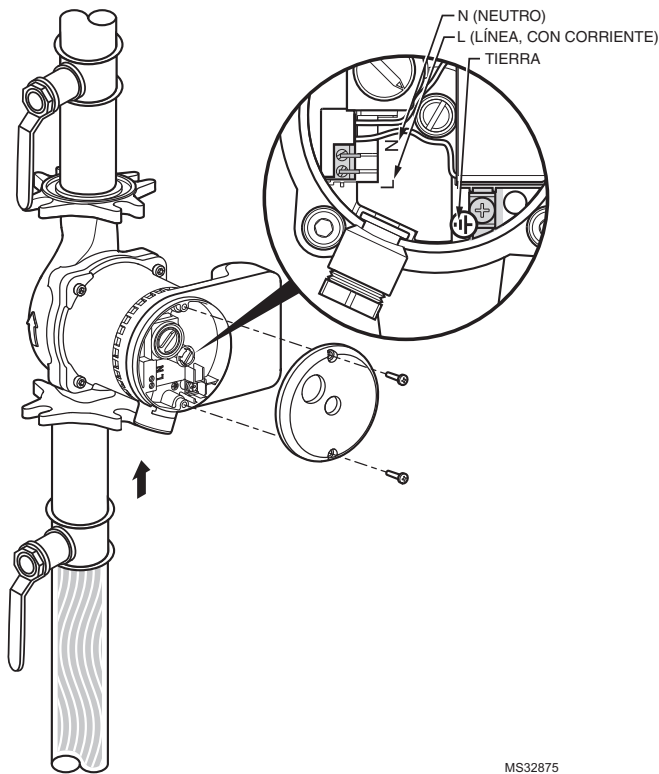

Fig. 8. Cableado de la bomba del circulador.
- Conecte el cable de conexión a tierra al tornillo de conexión a tierra que se encuentra dentro de la caja. (Consulte la Fig. 8).
El rotor/eje se atascó.	- Aleje la bomba del suministro eléctrico. - Quite el tornillo del purgador (consulte la Fig. 8). - Gire el eje en sentido horario con un destornillador pequeño. - Enrosque el tornillo del purgador. - Encienda la bomba.